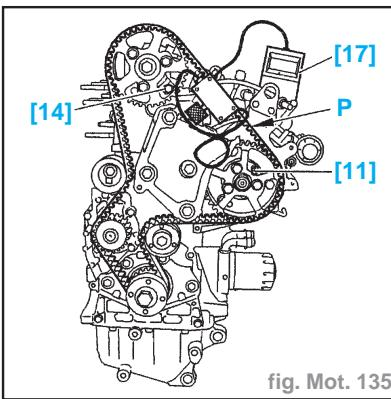

fig. Mot. 135
- Piger (fig. Mot. 135) :
- le moyeu d'arbre à cames (54) à l'aide de l'outil [14] (-.0188-E
- le pignon de pompe d'injection (59) à l'aide de l'outil [11] (-.0188-H)
- Tourner les pignons (55) et (59) en butée sur les boutonnières (sens horaire).
- le galet enrouleur (60)
- le pignon de pompe d'injection (59)
- le pignon d'arbre à cames (55)
- la pompe à eau (51)
- le galet tendeur (52)
**Nota :** Au besoin, tourner légèrement les pignons (55) et (59) dans le sens antihoraire afin d'engager la courroie. La valeur de déplacement angulaire de la courroie par rapport aux pignons ne doit pas être supérieure à **1/2 dent**.
- Mettre en place l'appareil de tension [17] **SEEM C.TRONIC 105.5** (fig. Mot. 135) sur le brin "p".
- Tourner le galet tendeur (52) dans le sens anti-horaire avec l'outil [16] (-). **0188-J1** pour atteindre une surtension de **106 unités SEEM**.
- Vérifier que les pignons d'arbre à came (55) et de pompe d'injection (59) ne sont pas en butée de boutonnières.
- le galet tendeur (52) à **4,5 daN.m**
- les vis (57) à **2,5 daN.m**
- les vis (58) à **2,5 daN.m**